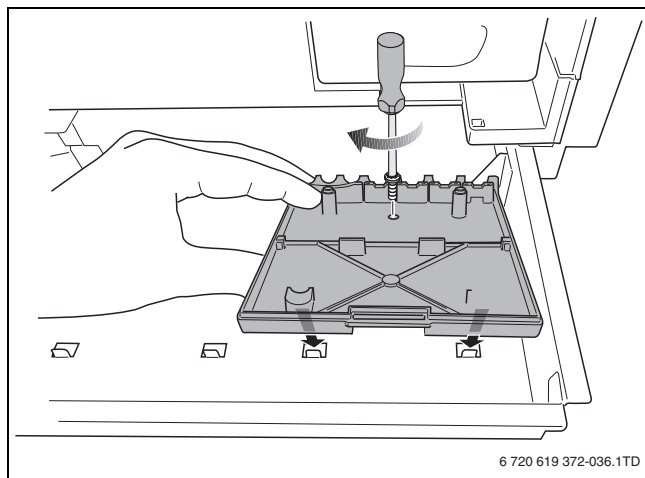

Bild 45 Wandhalter montieren
- Wandhalter (Zubehör Modul) auf dem gewünschten Steckplatz der Schublade montieren (→ Bild 45).